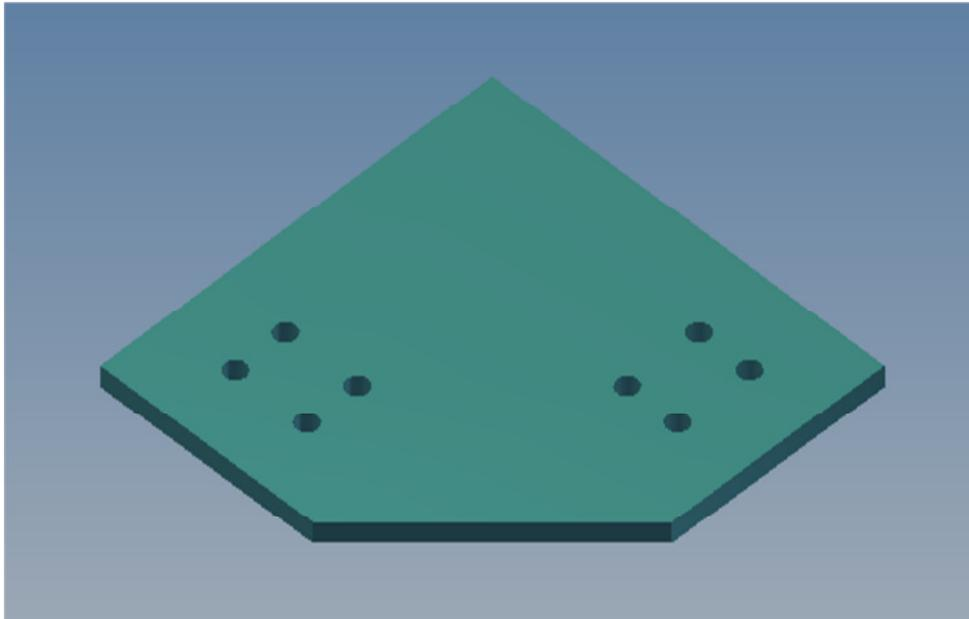

Bild 4 Eckabdeckung
3.2.10 Die Eckübergänge der Kopfprofile werden anschließend mit Eckabdeckungen (Bild 4) versehen und verschraubt und evtl. je nach Projekt zusätzlich verschweißt. Dabei werden an den Ecken zur Rückwand als Höhenausgleich zum Obergurt Distanzplatten beigelegt.